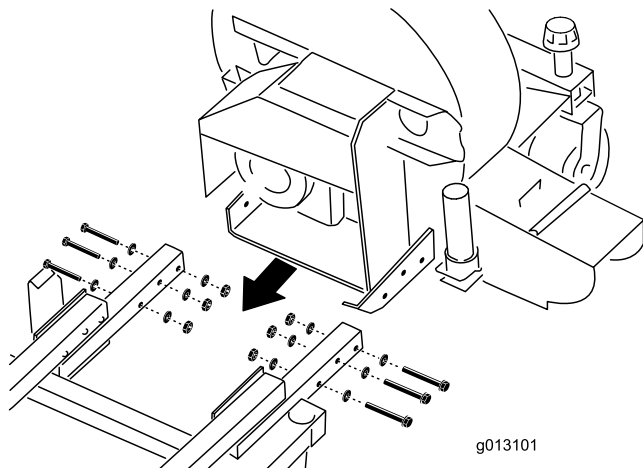

Figura 6
2. Deslice el soplador en los brazos del bastidor de sujeción y fije sin ajustar con 6 pernos (7/16" x 3"), 6 contratuercas (7/16"), y 12 arandelas (Figura 6).